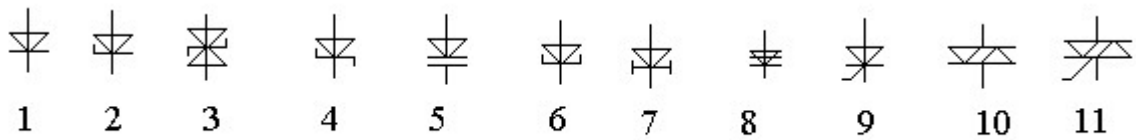

Рис. 3.1.
1.1.24. Указать условно-графическое обозначение двуханодного стабилитрона (рис.3.1.):